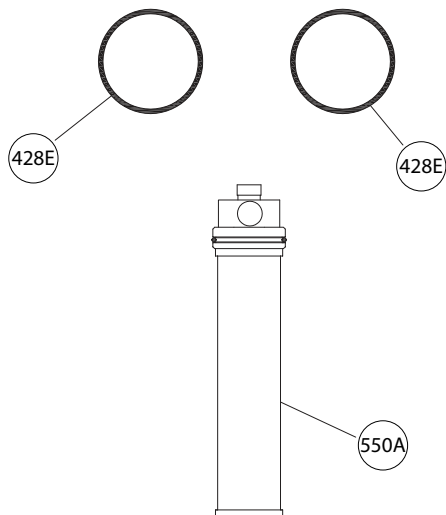

Figura 29: Kit de filtro
3. Kit de filtro de reparación RK08174A contiene un filtro nuevo (550A) y dos juntas tóricas (428E). Es necesario comprar dos kits de reparación con cada cambio de filtros, uno para el extremo con motor y otro para el otro extremo. Consulte Figura 29: Kit de filtro on page 49.